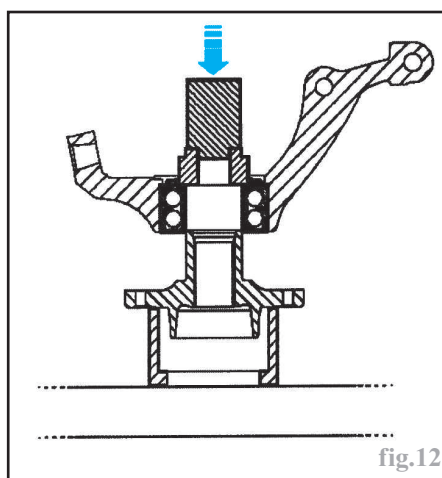

fig.12
- engager le pivot sur le moyeu (fig.12).